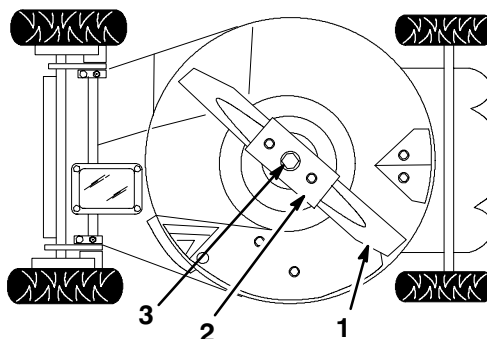

Abbildung 24
2. Den Rasenmäher auf die **linke** Seite kippen (Abb. 24).
2. Schnittmesserschraube, Sicherungsscheibe, Schnittmesser und Schnittmessersteife entfernen (Abb. 24).